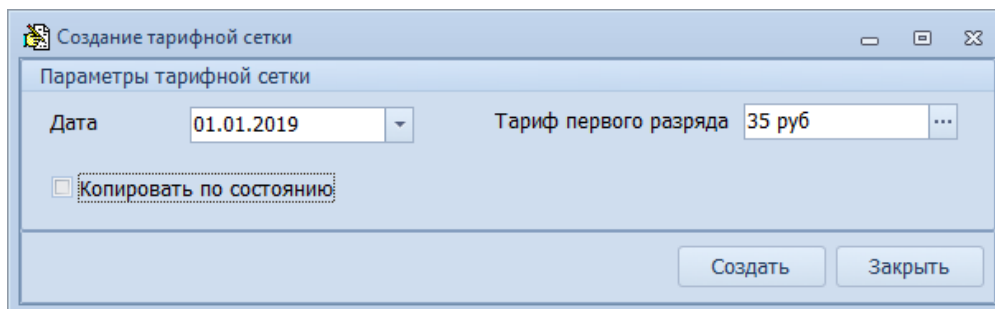

Рисунок 227. Пример указания параметров в диалоговом окне
- 5.3 Включить (установить галку) или отключить (убрать установленную галку) настройку «Копировать по состоянию» (рис. 227).